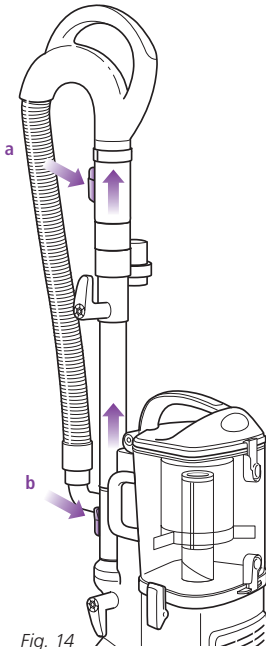

Fig. 14
- 2 Presione el botón de liberación del mango (a) y tire del mango hacia arriba o presione el botón de liberación del tubo de extensión (b) y tire del tubo de extensión hacia arriba. (Fig. 14)